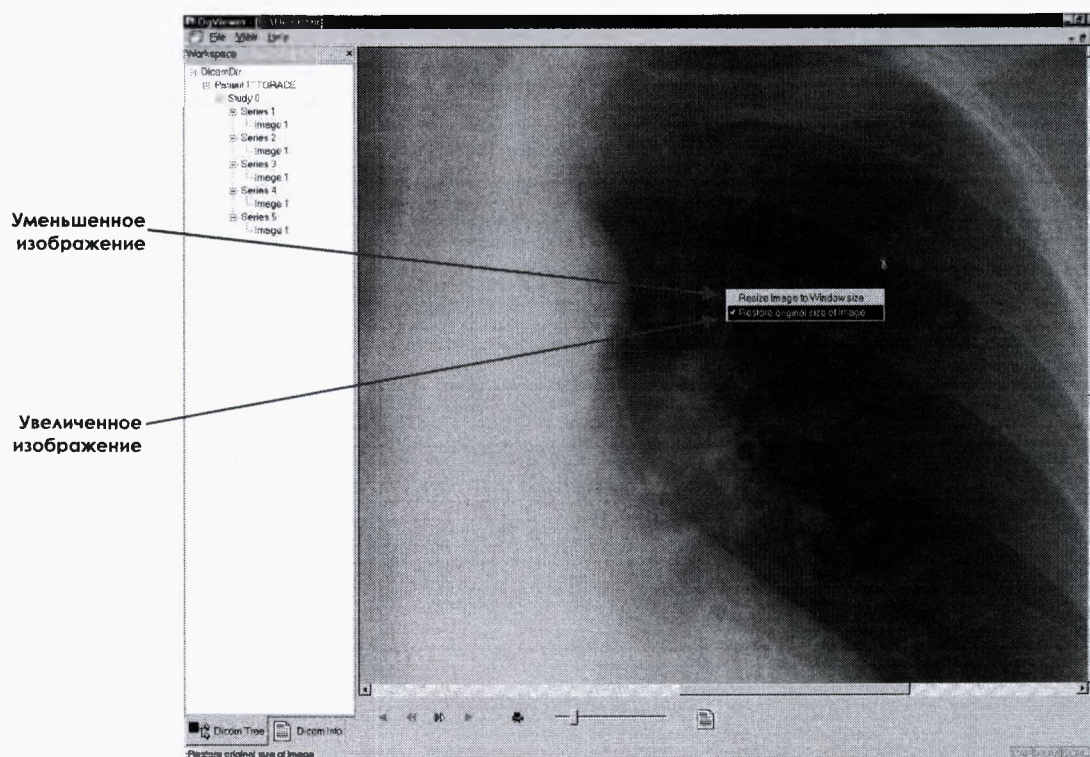

Рисунок 185
– для непосредственного просмотра информации об изображении, необходимо выбрать соответствующую команду (см. рисунок 185);